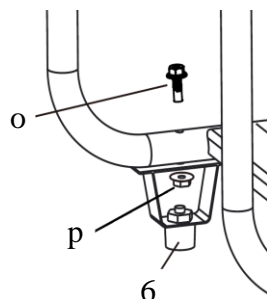

Fig. 3
- Montez les pieds de support à la base du cadre du berceau à l'aide des longues vis (o) et des écrous (p) fournis. Voir la figure 3.